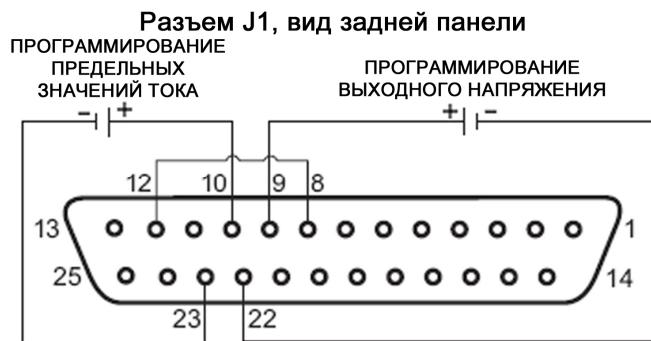

Рис.6-1: Подсоединение внешнего программирования уровнями напряжений
2. Поставьте переключатель SW1-1 в положение ВВЕРХ (UP) для внешнего программирования выходного напряжения, и/или SW1-2 в положение ВВЕРХ (UP) для внешнего программирования предельных значений выходного тока.
6. Соедините источник программирующего напряжения с разъемом J1, как показано на Рис. 6-1. Соблюдайте полярность источника напряжения.
7. Настройте источники программирования на необходимый уровень и включите источник питания (ON). Для изменения выходного напряжения источника питания регулируйте источники программирующего напряжения.